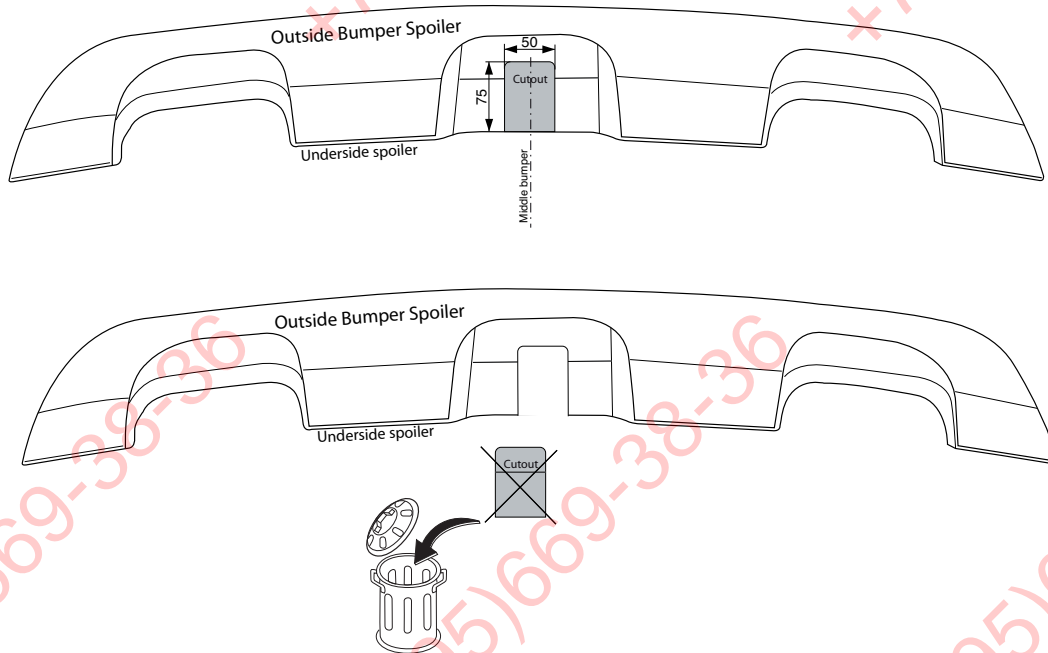

Fig. 2
4. Zaag een deel overeenkomstig fig. 2 uit spoiler.
4. Saw out a portion of the spoiler as shown in figs. 2.
4. Den angegebenen Teil gemäß Abb. 2 dem Spoiler herauserschneiden.
4. Découper un morceau du spoiler conformément aux fig. 2.
- \* Thule décline toute responsabilité pour les dommages qui pourraient découper un morceau du spoiler conformément aux fig. 2.
4. Säga ut en del enligt fig. 2 spollern.
4. Sav et stykke ud af spoileren ifølge fig. 2 .
4. Выпилить часть из спойлера, как указано на рис. 2 .